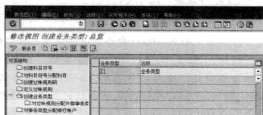

图 5-84 “修改视图 创建业务类型: 总览”界面
STEP 1 在命令栏输入 SPRO 命令，通过菜单选择“财务会计→银行会计→业务往来→支付交易→电子银行对账单→进行电子对账单的全局设置”选项，进入“修改视图创建业务类型：总览”界面，如图 5-84 所示。